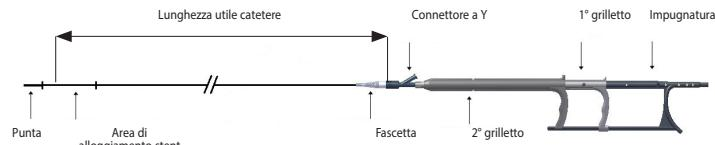

Figura 1 - Sistema per Stent
- Un sistema stent, come mostrato in Figura 1, costituito da un'unità tubo interno che contiene il lume filo guida, una guaina di rilascio stent e una guaina di stabilità sistema, che sono collegati tra loro tramite un'impugnatura. Il lume filo guida termina distalmente in una punta di catetere dispositivo di rilascio atraumatico e si origina in senso prossimale con un raccordo luer progettato per ricevere un filo guida compatibile.